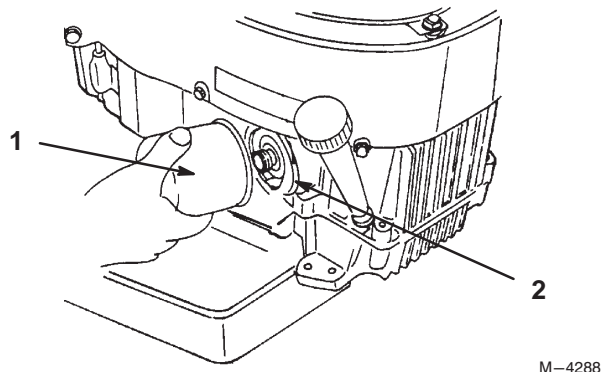

Figure 44
2. Déposez le filtre usagé (Fig. 44).
3. Appliquez une fine couche d'huile neuve sur le joint en caoutchouc du filtre de rechange (Fig. 44).
4. Posez le filtre à huile de rechange sur l'adaptateur. Tournez le filtre dans le sens horaire jusqu'à ce que le joint rejoigne l'adaptateur, puis donnez 3/4 de tour supplémentaire (Fig. 44).